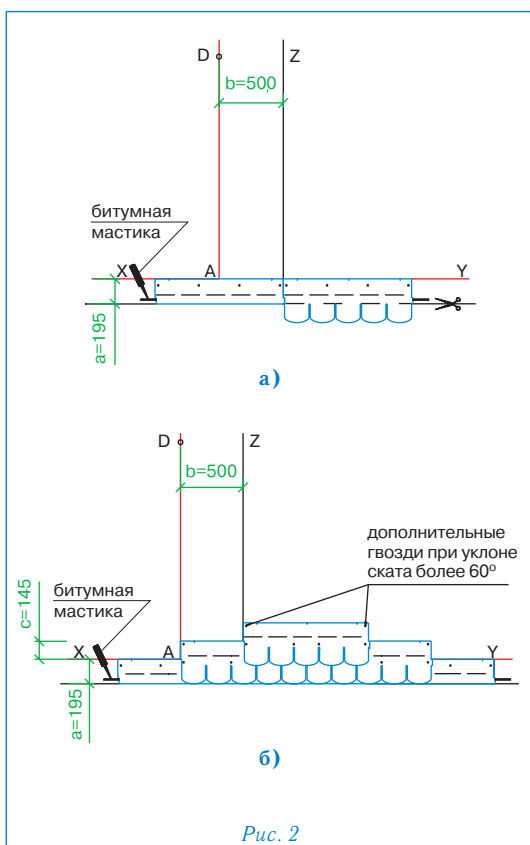

Рис. 2
Укладка материала (рис. 2)
- Начальный ряд формируется из листов черепицы ТРАДИШНЛ обрезанных по линии образованной конечными точками вырезов. Полученные таким образом полосы шириной 19,5 см укладываются по линии карниза в обе стороны от линии Z (рис. 2а) и фиксируются по нижнему краю битумной мастикой, а по верхней кромке 4 гвоздями (ось гвоздей на 5 см ниже верхнего края полосы);
- далее первый ряд черепицы укладывается от линии AD (рис. 2б);
- второй ряд укладывается от линии Z (со смещением 50 см от AD) (рис. 2б);
Каждый лист черепицы ТРАДИШНЛ крепится 4 гвоздями (ось гвоздей на линии битумных клеевых полос) таким образом, чтобы гвоздь прошивал и верхний край нижележащего листа черепицы (рис. 2б).